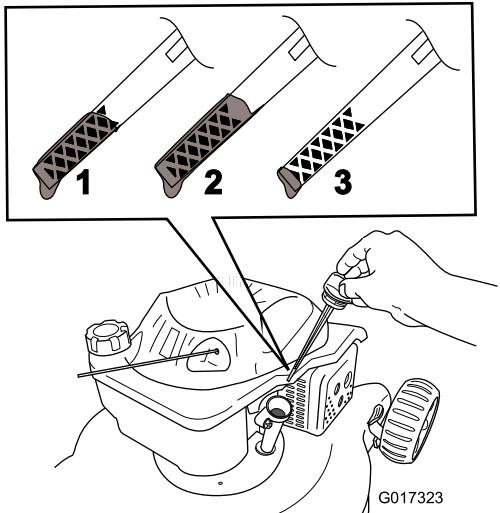

Figura 22
8. Retire la varilla y compruebe el nivel de aceite en la misma (Figura 22).